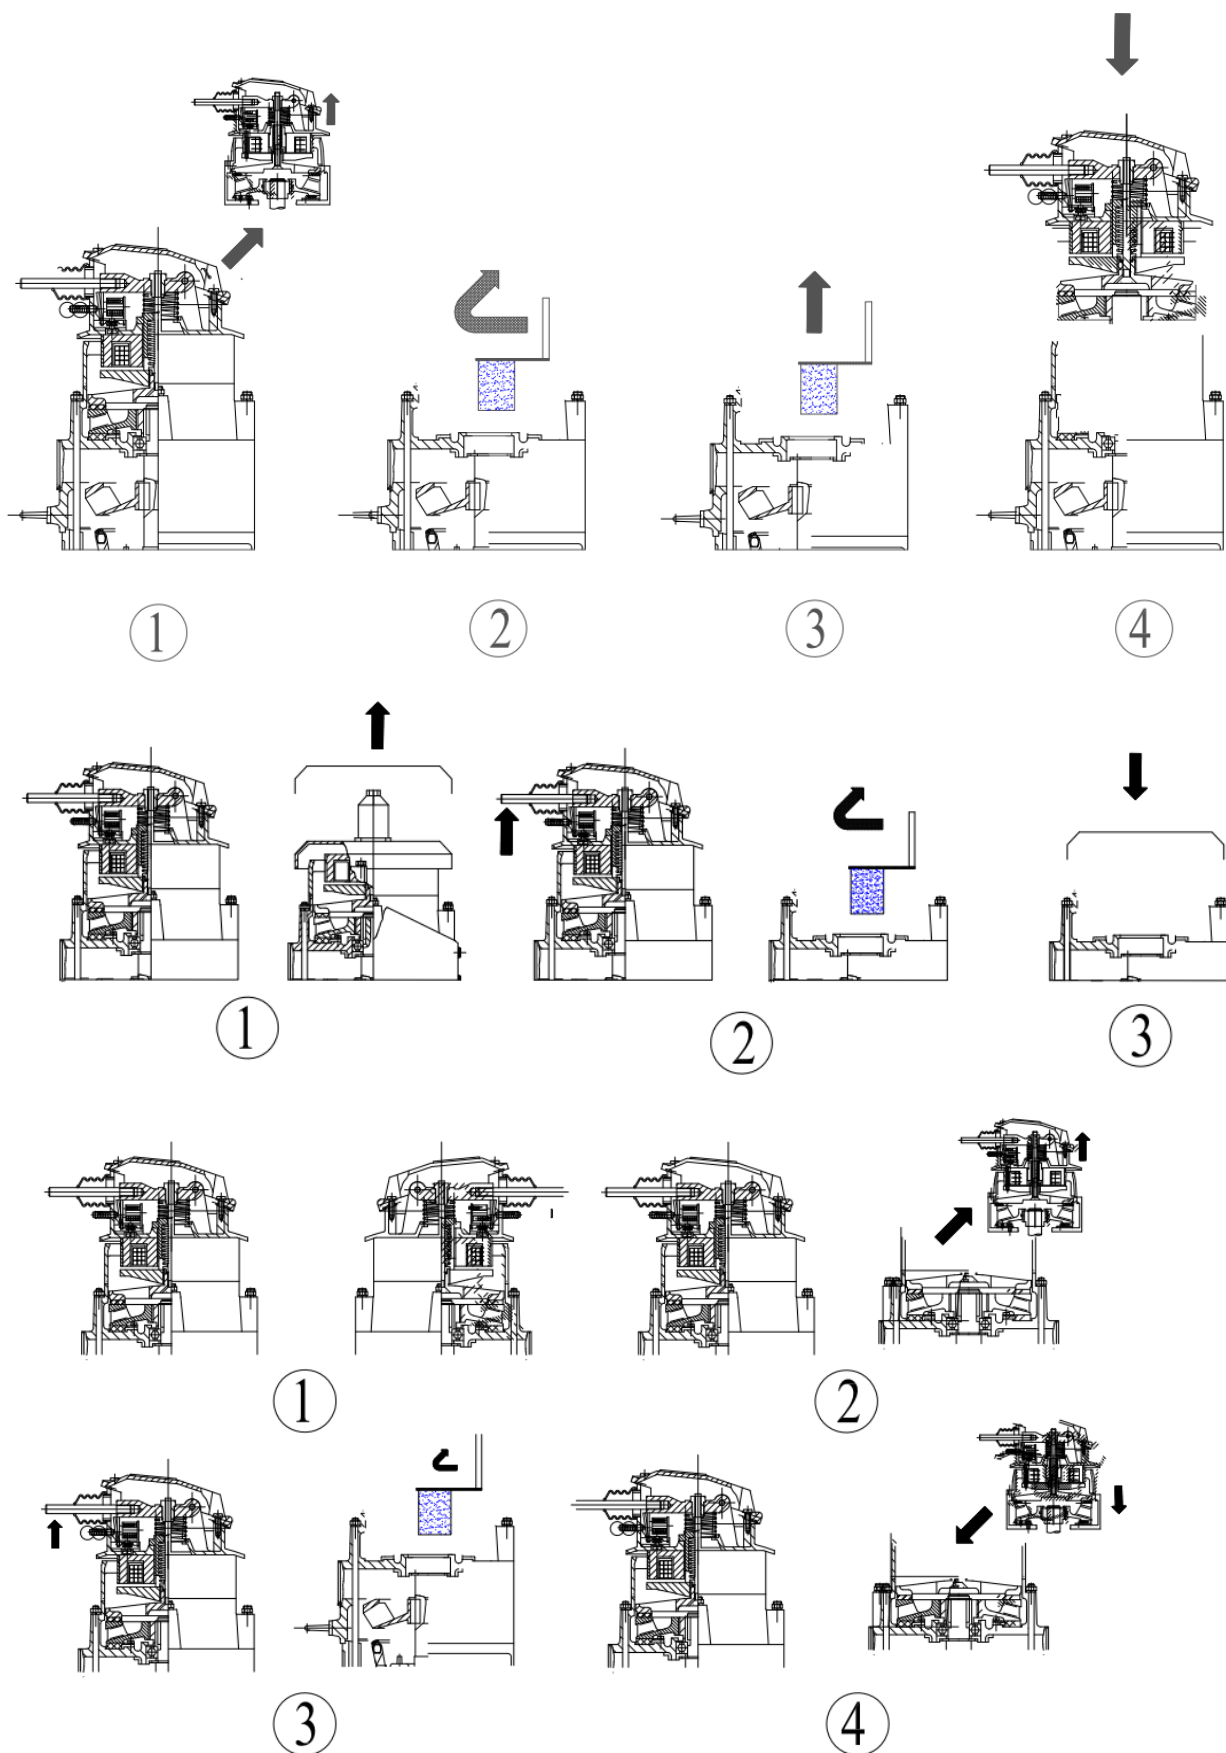

图 9.4-8 手动回转检测方法
- (1) 对制动器进行检修后。
- (2) 检测到制动松开不足，手动释放时没有完全松开制动器，见图9.4-8。
- (3) 信号灯不亮时。